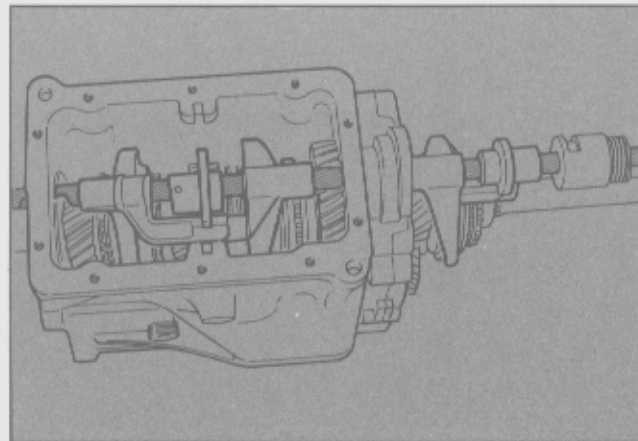

Fig. 39 - Ubicación de la varilla y las horquillas.
- Deslizar la varilla insertándola en las horquillas y en el selector principal y ubicar la misma en la carcasa (Fig. 39).